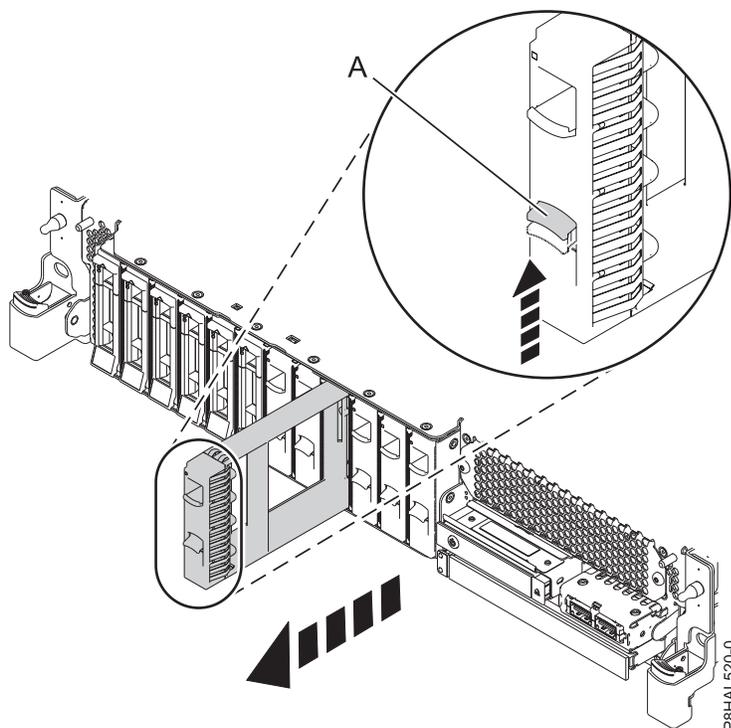

図 22. 基本機能 システムからのディスク・ドライブ・フィルターの取り外し
- a. フィラーのハンドルのロック (A) を、27 ページの図 22 に示されている方向に押します。